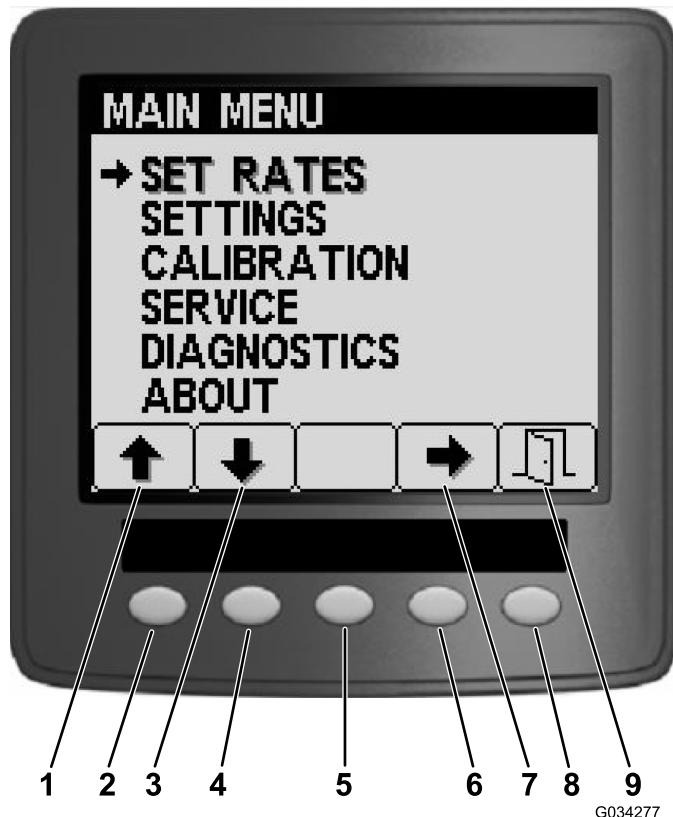
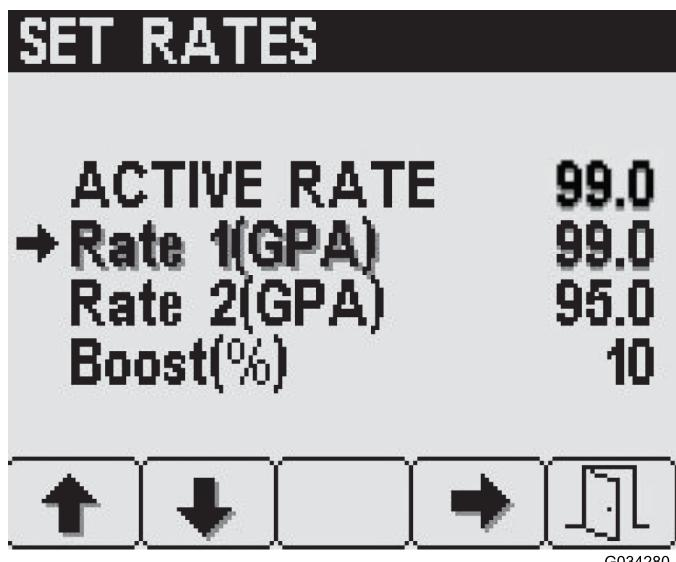

Figure 6
Figure 7
Dans l'écran Menu principal, vous pouvez accéder aux écrans Débits programmés, Réglages, Étalonnage, Entretien, Diagnostics et À propos (Figure 6).
Pour ouvrir l'écran Débits programmés, appuyez sur le bouton 2 dans l'écran Menu Principal (Figure 6) jusqu'à ce l'option Débits programmés soit atteinte, puis appuyez sur le bouton 4 pour sélectionner cette option (Figure 7).
1. Appuyez sur le bouton 1 ou 2 jusqu'à ce que le débit voulu ou le pourcentage de taux poussé soit atteint (Figure 7).
Pour ouvrir l'écran Réglages, appuyez sur le bouton 2 de l'écran Menu principal (Figure 6) jusqu'à ce que l'option Réglages soit atteinte, et appuyez sur le bouton 4 pour la sélectionner (Figure 9).